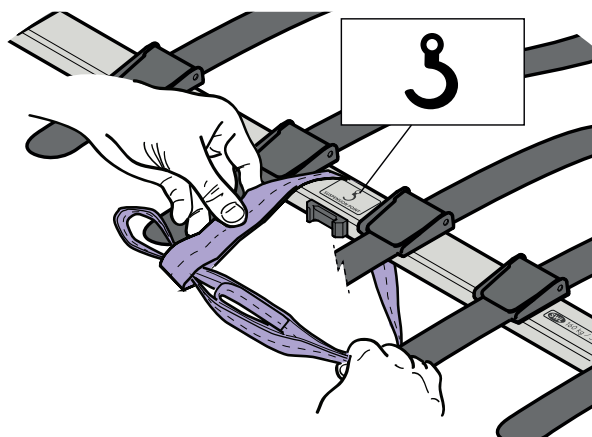

Fig. 9
2. Enlace todas las correas de doble bucle alrededor de los puntos de suspensión correctos en el bastidor de la camilla. Vea la fig. 9.